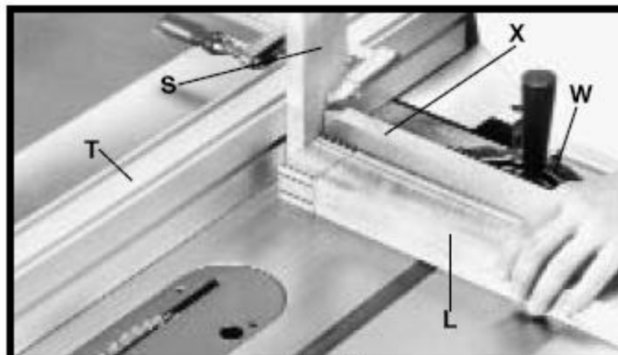
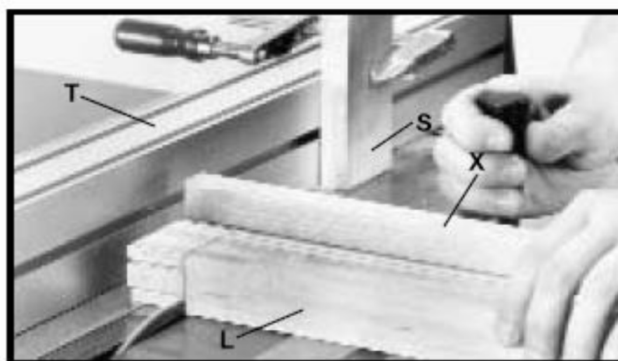

Рисунок 34
Рисунок 35
11. Прижмите деревянный брусок (S), Рис. 34, к лицевой стороне упора станка (T) и настройте его для вырезания конструктивных выступов шипа. **ПРИМЕЧАНИЕ:** учитывайте толщину пильного диска.
**ПРЕДОСТЕРЕЖЕНИЕ:** всегда устанавливайте деревянный брусок (S) между заготовкой и упором станка так, чтобы заготовку не зажало между упором и пильным диском, во избежание отскока заготовки. Вырезаемая часть заготовки не должна касаться деревянного бруска (S) до контакта с пильным диском.
12. Используя угловой упор (W), Рис. 34, снабженный упорной линейкой (X), расположите заготовку (L) для вырезания конструктивных выступов, как показано на рисунке. Убедитесь, что заготовка (L) прижата к деревянному бруску (S) и упорной линейке (X).
14. Включите станок и вырежьте конструктивные выступы, медленно подавая угловой упор (W) к пильному диску, Рис. 34, до тех пор, пока пильный диск не выйдет с обратной стороны заготовки, как показано на Рис. 35. **Выключите станок и после полной его остановки уберите вырезанную часть заготовки.**
15. Верните угловой упор (W) в положение, как на Рис. 34, и вырежьте второй конструктивный выступ точно таким же образом.